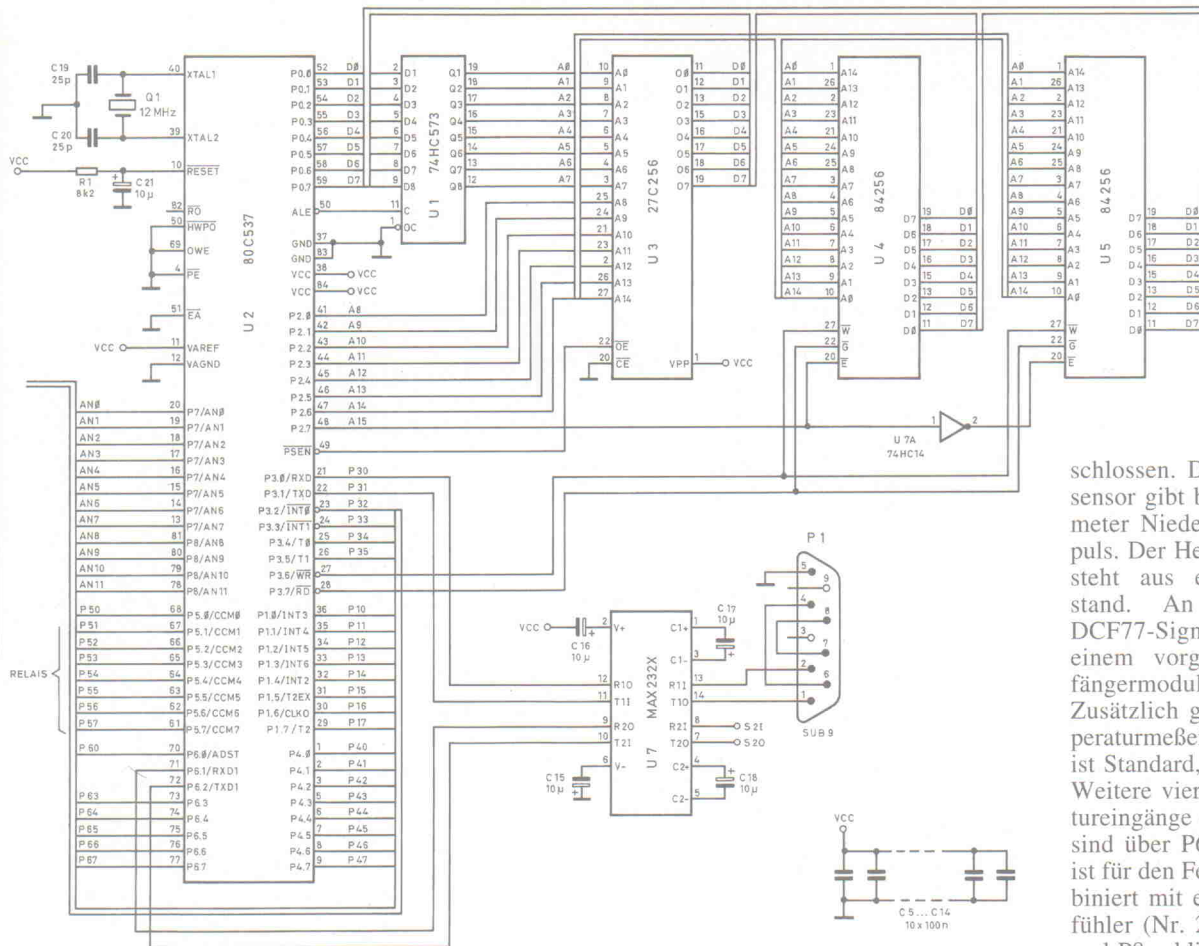

Bild 1. Das Kernstück für den Wetterbericht: Die Controller-Schaltung verfügt über 12 analoge Eingänge und 40 digitale I/Os.
- das Mikrocontroller-System (Bild 1),